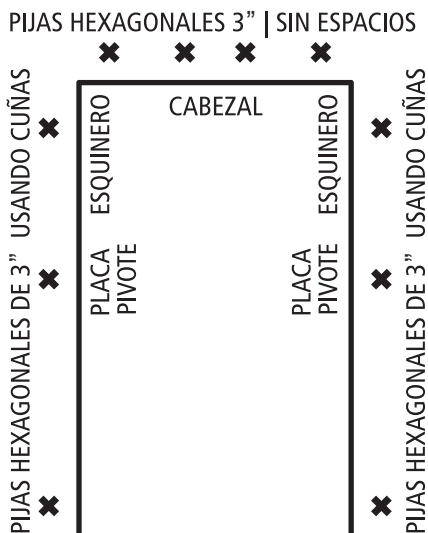

FIGURA 7
A. La escalera viene con agujeros pre-perforados para instalación permanente, los agujeros para la instalación permanente se muestran en la Figura 7. Use cuñas cuando sea necesario para llenar el espacio entre el marco de la escalera y abertura en el techo, en lugares pre-perforados. Usando la broca de $\frac{3}{16}$ ", perforo orificios guía a través de cuña hasta las vigas del techo y el cabezal.